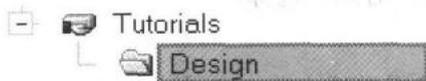

图1-9
(5) 定义文件夹名称为Design，然后单击OK按钮确认，结果如图1-9所示。